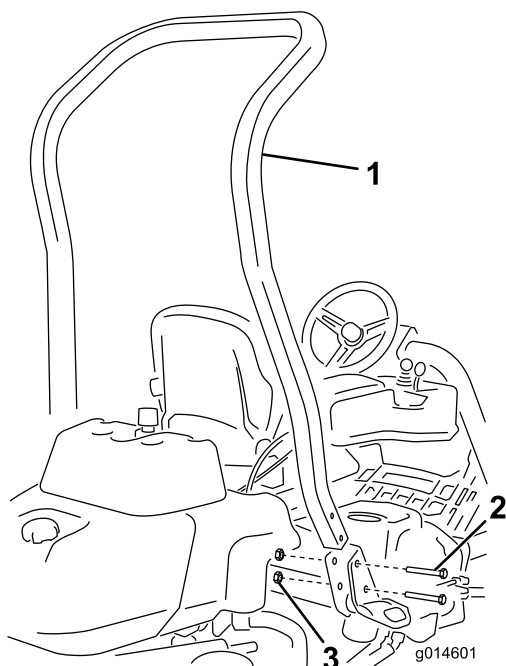

Figura 3
3. Instale a barra nas bolsas de cada lado da máquina, utilizando 4 parafusos (1/2 x 3-3/4 pol.) e quatro porcas flangeadas (1/2 pol.) (Figura 3)